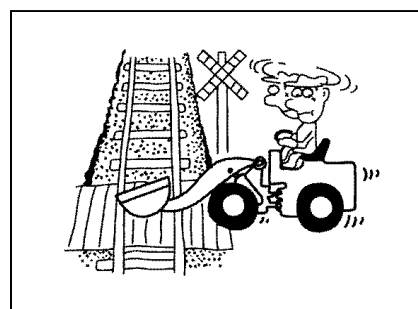

Рис.1-33
- При движении по шоссе или высокоскоростной трассе следует сначала прочитать инструкцию продукции, хорошо знать и соблюдать местные законоположение и правила уличного движения, применить знаки «медное движение», обеспечить правильное применение знаков, предупредительных ламп и предупредительных знаков, должны не вызвать препятствие уличного движения, особенно следует быстро проходить проезд (рис. 1-33).